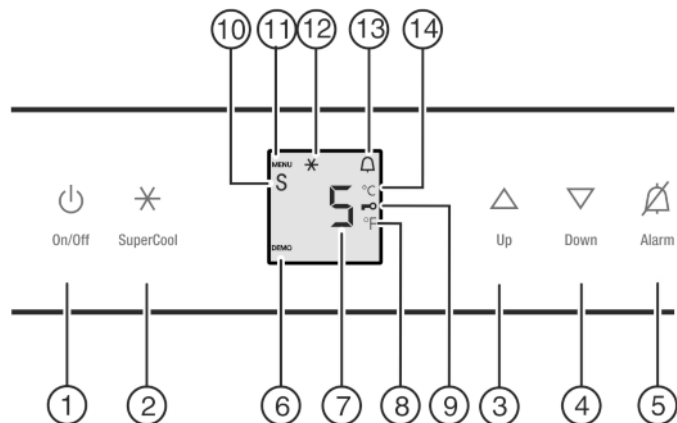

Fig. 2
- ▶ Pulsar tecla On/Off Fig. 2 (1)
- ▶ Activar el modo de ajuste: pulse la tecla SuperCool Fig. 2 (2) durante aprox. 5 s.
- ▷ El símbolo de menú Fig. 2 (11) se ilumina.
- ▶ Utilice la tecla de ajuste Up Fig. 2 (3) la tecla de ajuste Down Fig. 2 (4) para seleccionar °.
- ▶ Confirmar: pulse brevemente la tecla SuperCool Fig. 2 (2).
- ▶ Desactivación del modo de ajuste: Pulse la tecla On/Off Fig. 2 (1).
- ▶ Utilice la tecla de ajuste Up Fig. 2 (3) y la tecla de ajuste Down Fig. 2 (4) para seleccionar c.
- ▶ Pulse brevemente la tecla SuperCool Fig. 2 (2) para confirmar.
- ▶ Para activar el bloqueo contra la manipulación por niños, pulse brevemente la tecla SuperCool Fig. 2 (2).
- ▷ El símbolo del bloqueo contra la manipulación por niños Fig. 2 (9) se ilumina. En el indicador parpadea c.
- ▶ Para desactivar el bloqueo contra la manipulación por niños, pulse brevemente la tecla SuperCool Fig. 2 (2).
- ▷ El símbolo del bloqueo contra la manipulación por niños Fig. 2 (9) se apaga. En el indicador parpadea c.
- ▶ Desactivar el modo de ajuste: pulse la tecla On/Off Fig. 2 (1).
- ▶ Pulse la tecla Alarm Fig. 2 (5).
- ▶ Activar el modo de ajuste: pulse la tecla SuperCool *Fig. 2 (2)* durante aprox. 5 s.
▷ El símbolo de menú *Fig. 2 (11)* se enciende.
- ▶ Para activar la función del modo de Sabbath: Pulse brevemente la tecla SuperCool *Fig. 2 (2)*.
- ▶ **Para activar** el modo Sabbath, pulse brevemente la tecla SuperCool *Fig. 2 (2)*.
- ▶ **Para desactivar** el modo Sabbath, pulse brevemente la tecla SuperCool *Fig. 2 (2)*.
- ▶ Desactivar el modo de ajuste: pulse la tecla On/Off *Fig. 2 (1)*.
▷ En el indicador de temperatura aparece el símbolo del modo Sabbath *Fig. 2 (10)* mientras el modo Sabbath esté activo.